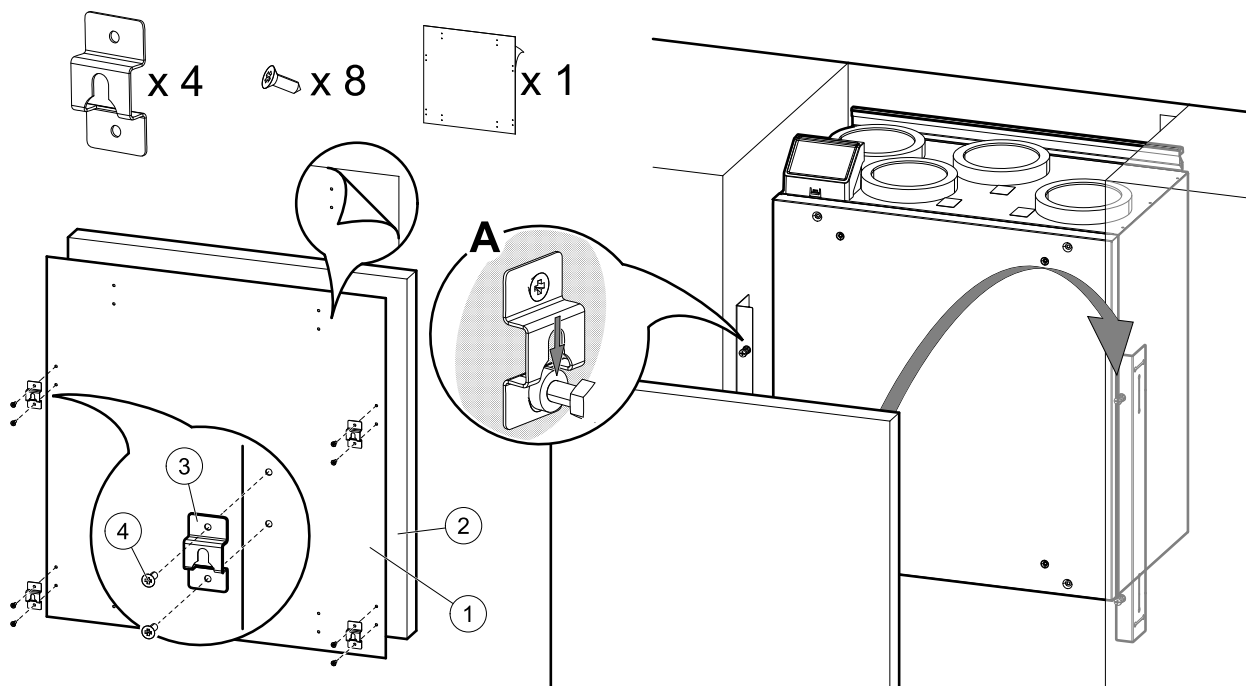

Bild 15 Installation der Modulhaken und Einbau der Frontplatte
2. Befestigen Sie die vier Modulhaken an den Ecken der Frontblende des Küchenmöbels. Aufkleber mit Markierung der Löcher (Abbildung 15, Pos. 1) ist im Lieferumfang enthalten. Die markierten Löcher sind zur Kennzeichnung der Position für die Schrauben zur Befestigung der Modulhaken. Den Aufkleber auf die Rückseite der Frontblende des Küchenmöbels kleben, Abbildung 15, Pos. 2). Die Größe des Aufklebers entspricht der des Gerätes. Falls die Frontblende größer als der Aufkleber ist, markieren Sie manuell die Abstände zu den Ecken.
Wenn die richtige Position gefunden ist, befestigen Sie die vier Modulhaken (Abbildung 15, Pos. 3) mit je zwei Schrauben (Abbildung 15, Pos. 4). Hängen Sie die Frontplatte des Küchenmöbels an die vorstehenden Schrauben (Abbildung 15, Pos. A).